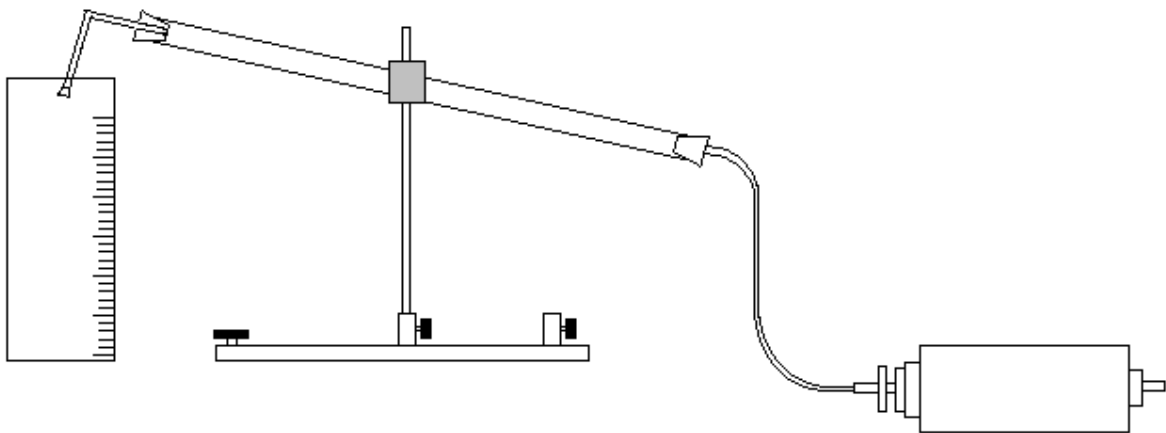

Fig. 1 Determinazione del volume dell'aria fuoriuscita
- Per determinare il volume, realizzare la struttura di prova indicata nella fig. 1.